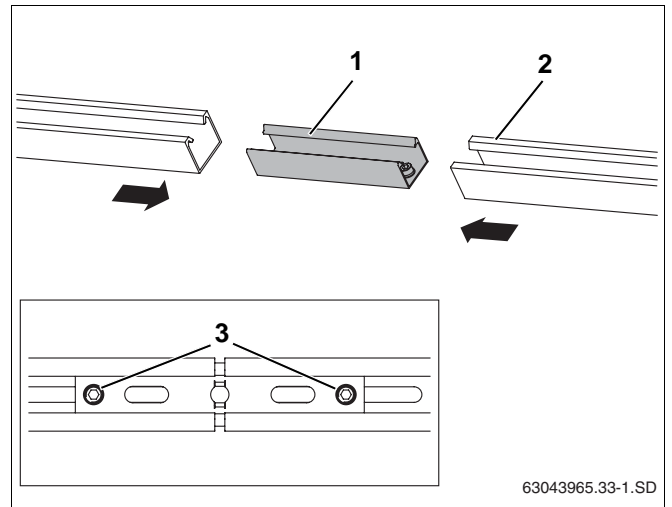

Bild 31 Koppla samman profilskenor
- ▶ Skjut in insticksanslutningen (bild 31, **pos. 1**) i båda profilskenorna (bild 31, **pos. 2**) till anslaget.
- ▶ Lås de båda förmonterade gängade stiften M10 (bild 31, **pos. 3**) i insticksanslutningen med nyckel SW 5.